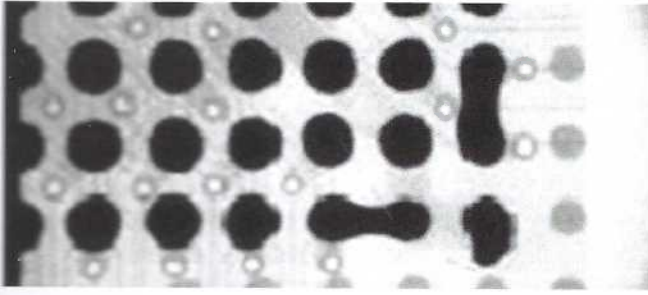

Bild 8-164
- Optische Prüfung oder Röntgenprüfung zeigt Lotbrückenbildung, siehe Bild 8-164.